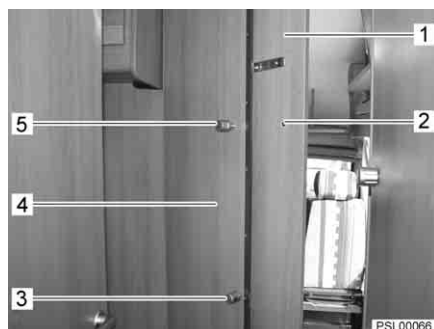

Fig. 80 Dispositifs de verrouillage sur la porte coulissante
- Détacher le dispositif de verrouillage de la partie externe de la porte coulissante (Fig. 80,1) sur le côté interne. Pour cela, tourner la poignée supérieure (Fig. 80,5).
- Détacher le dispositif de verrouillage de la partie interne de la porte coulissante (Fig. 80,4) sur le côté interne. Pour cela, tourner la poignée inférieure (Fig. 80,3).
- Sortir complètement et verrouiller la partie externe de la porte coulissante. Pour cela, tourner la poignée supérieure. La tige sur la poignée doit s'enfoncer dans un orifice (Fig. 80,2) sur la porte coulissante.